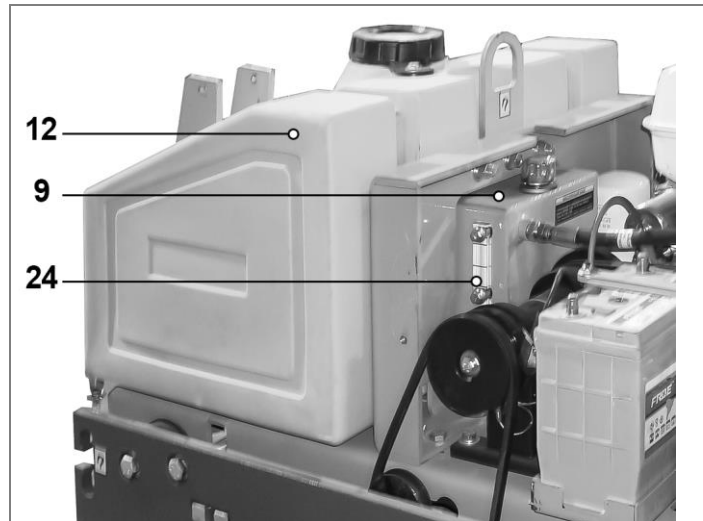
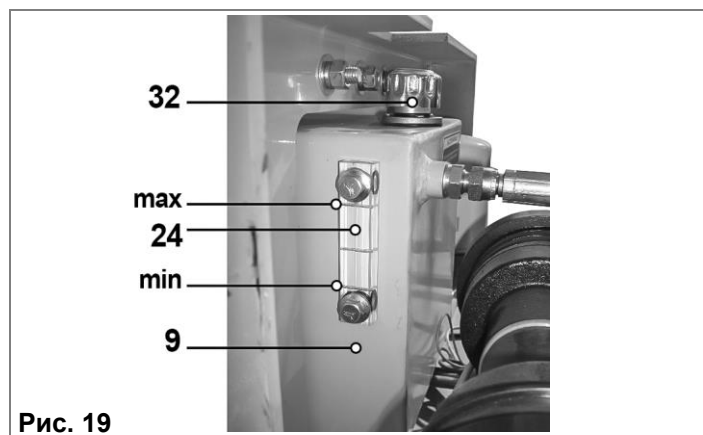

Рис. 18
Рис. 19
8.4.1. В масляный бак (9) должно быть залито **не более 15 литров** масла. Уровень масла в масляном баке (9) проверяется по указателю уровня масла (24) (Рис. 18, 19). При необходимости долива масла, открутите крышку (32) масляного бака (9) и влейте необходимое количество масла. Принимая в расчет увеличение объема масла при работе катка, заливайте масло по среднему указателю, между верхним и нижним (max и min) уровнем масла (24) масляного бака (9) (Рис. 19).
#### 8.5. Пуск двигателя (Рис. 19 - 31)